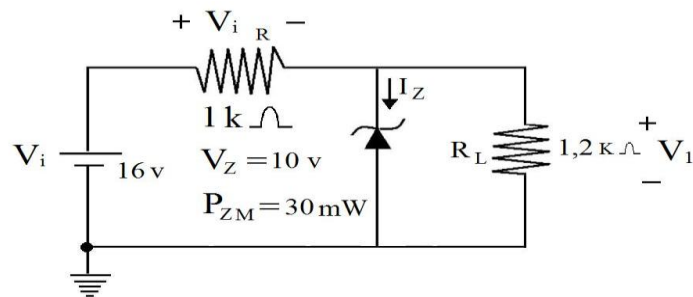

Figura 3-12
- *Ejemplo 3-2:* Para la red de diodo zener de la figura 3-12, determina V_L